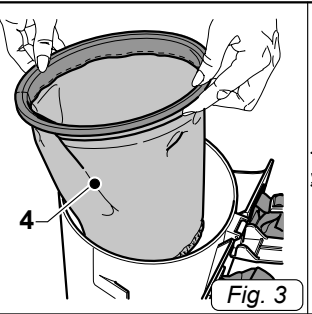
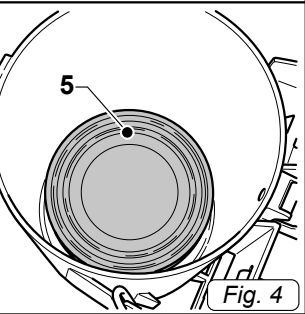
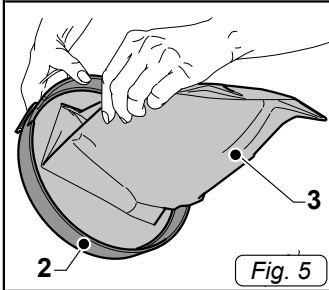
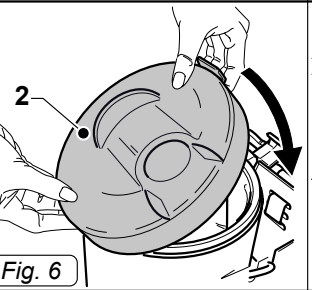

Fig. 3
Fig. 4
Fig. 5
Fig. 6
- Rimuovere il filtro in stoffa (4 Fig.3) e controllare che all'interno dell'apparecchio sia montata la cartuccia filtro (5 Fig.4).
- Rimontare il filtro in tela (4 Fig.3), rimontare il sacchetto in carta (3 Fig.5) sul coperchio (2 Fig.5) e mantenendolo in posizione rimontare il coperchio (2 Fig.6).